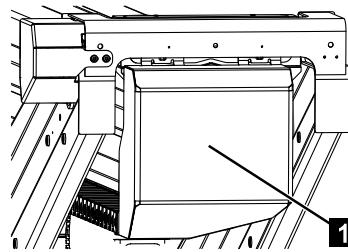

Abb. 257
10. Abdeckhaube (Abb.257/1) am Profil demontieren.